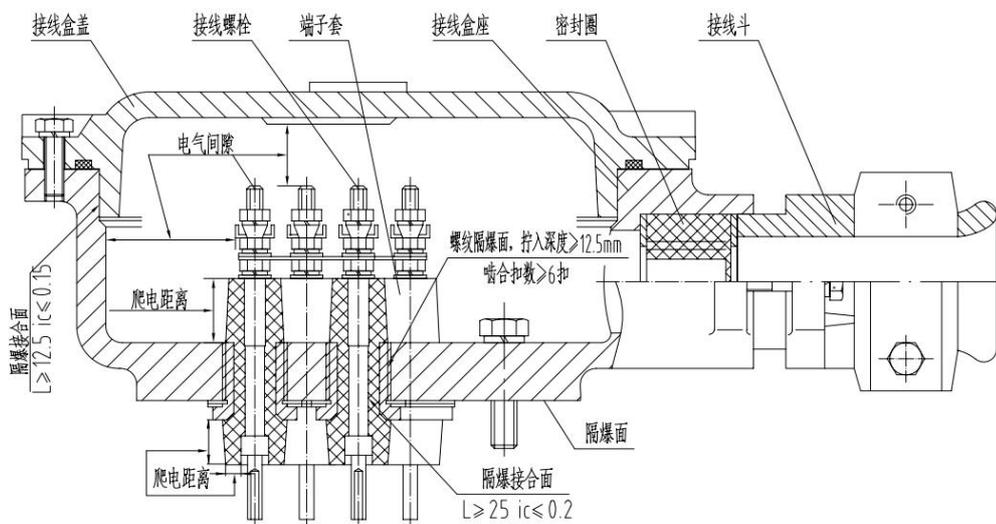

图 2
5.3 本系列电动机主体结构见图 1 (隔爆接合面参数见表 3), 接线盒结构见图 2。